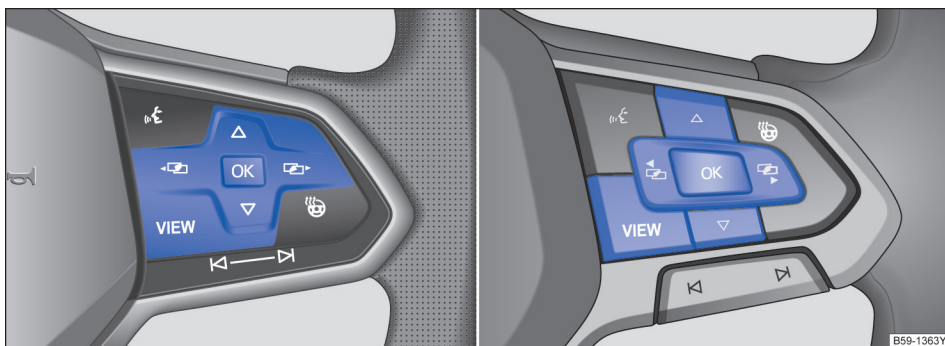

图 20 多功能方向盘右侧：用于操作信息显示器中菜单的按钮
- 若显示屏显示一条信息或车辆图形符号，按压多功能方向盘上的按钮 **OK** → 图 20，可能需按数次按钮。
- 用多功能方向盘操作：如需浏览选择菜单，按压按钮  或  → 图 20
- 如需打开选择菜单里的菜单显示项或信息显示项，按压多功能方向盘上的 **OK** 按钮 → 图 20，或等待数秒钟，直至系统自动打开菜单或显示信息。
- 按压多功能方向盘上的 **OK** 按钮 → 图 20，进行所需更改。“✓”表示所选的某个特定系统或功能处于激活状态。
- **用多功能方向盘返回**：按压  或  → 图 20 即可返回选择菜单。